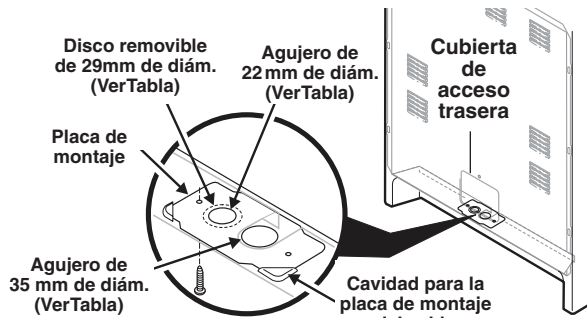

Fig. 9
Consulte la Tabla del Tamaño de la Abertura de Conexión de la Estufa (Figs. 9 y 10) para la información sobre los amperes del juego de cordón. Los bornes en los extremos de los alambres deben ser de anillo cerrado u horquillas abiertas con extremos dirigidos hacia arriba.
Se debe retirar la cubierta de acceso trasera (Fig. 9). Para retirar, afloje el tornillo central (un tornillo) y retire la cubierta de acceso. Así se puede tener acceso al tablero de bornes.
**NOTA:** La estufa es embarcada de la fábrica con un agujero de 1-3/8" de diámetro como se muestra. Para usar ya sea el agujero de 7/8" de diámetro o los discos removibles de 1-1/8" de diámetro. Ver la Fig. 9.
1. Siga las instrucciones de instalación del fabricante suministradas con el sujetacable e instale (Además vea las Figs. 9, 10 y 11).
5. Asegúrese de que todas las tuercas estén firmemente apretadas y vuelva a colocar la cubierta de acceso trasera (Ver Fig. 9).
3. Asegúrese de que todas las conexiones estén firmemente apretadas y vuelva a colocar la cubierta de acceso trasera (Ver Fig. 9).
5. **(Conexiones permanentes trifilares y tetrafililares)** Asegúrese de que todas las tuercas estén firmemente apretadas y vuelva a colocar la cubierta de acceso trasera (Ver Fig. 9).